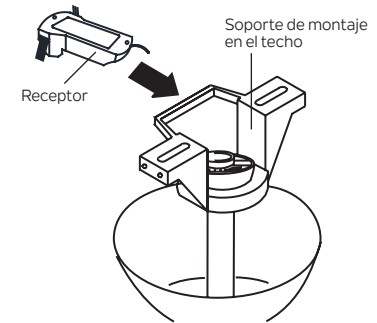

Figura 12
Paso 1. Inserte el receptor en el soporte de montaje del techo con el lado plano del receptor orientado hacia el techo. (Figura 12) Para lograr un mejor rendimiento, asegúrese de que el cable negro de la antena (en el extremo del receptor), permanezca extendido y no se enrede con ninguno de los cables eléctricos.